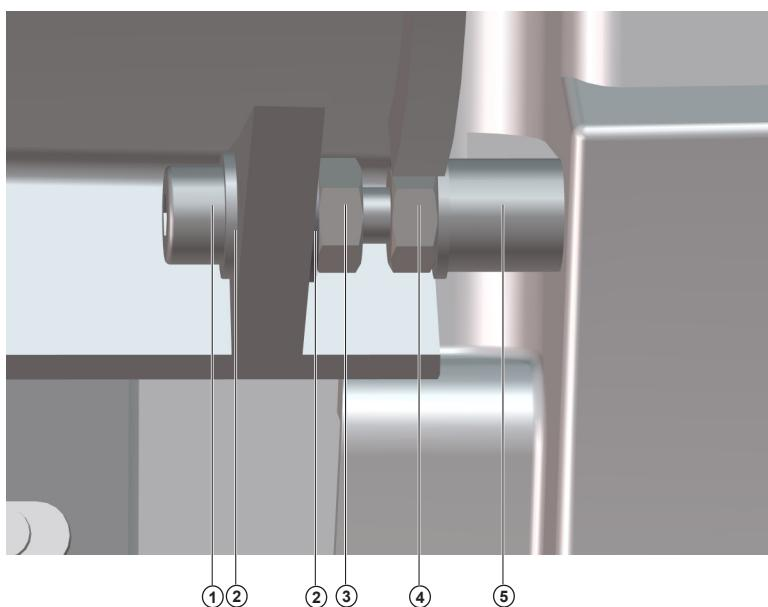

Ilustración 8.4      Detalle montaje tapa ISE
Siga los pasos siguientes para montar la tapa ISE (ver Ilustración 8.4):
2. Monte los dos conjuntos según la Ilustración 8.4, uno en cada lado de la tapa ISE.
4. Posicione la tapa ISE en el analizador y enrosque un poco los tornillos (1) en cada lado.
6. Sujete con la llave allen el tornillo y con una llave fija apriete la tuerca (3)
7. Repita el proceso con la tuerca (4)